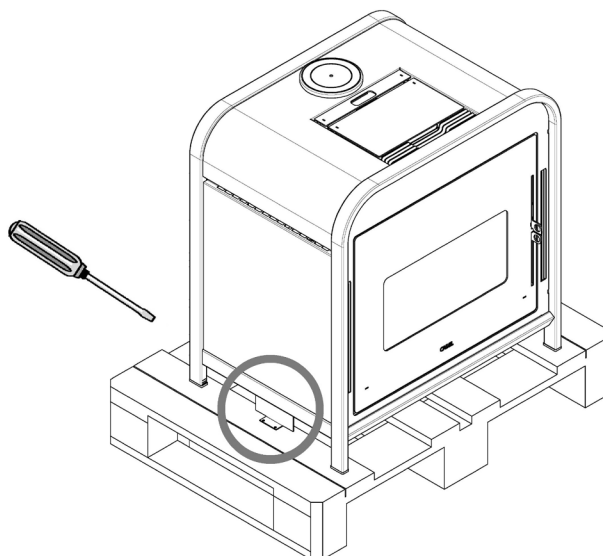

Fig. 1 - Entfernung die Halterungen
- Die Halterungen, die die Füße des Ofens blockieren, entfernen (siehe **Fig. 1**). Dann den Ofen von der Palette entfernen.